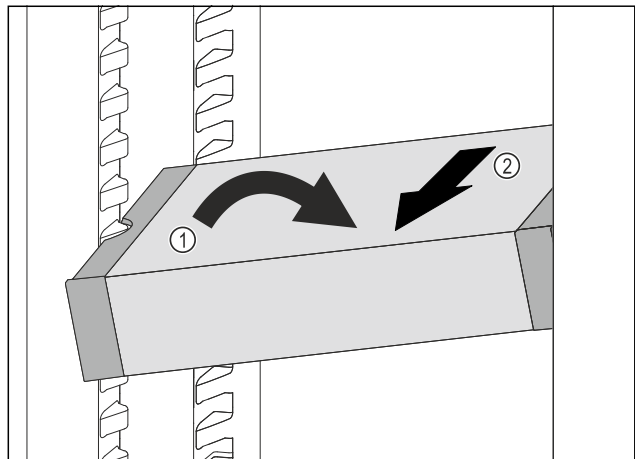

Fig. 51
- VarioSafe im Kühlteil schräg stellen. Fig. 51 (1)
- VarioSafe nach vorne entnehmen. Fig. 51 (2)